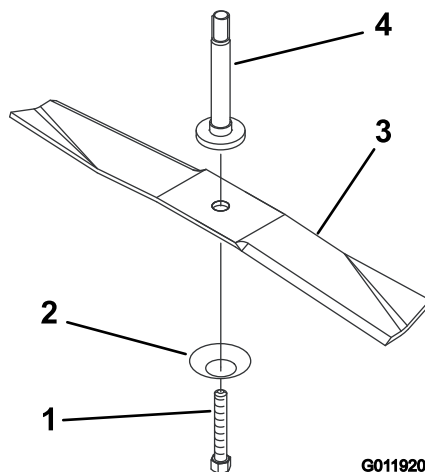

Figura 28
- Montate la lama, la rondella curva e il bullone della lama (Figura 28).